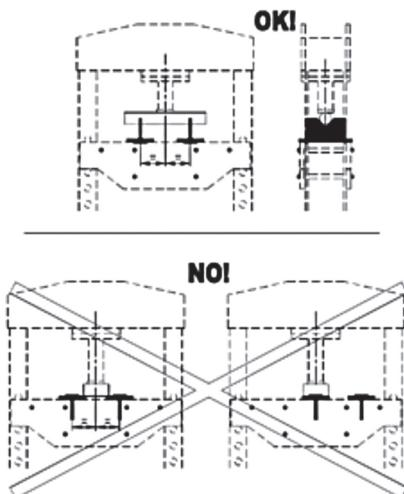

Fig 6
- Coloque los prismas en la bancada, para el posicionamiento correcto vea (Fig. 6).